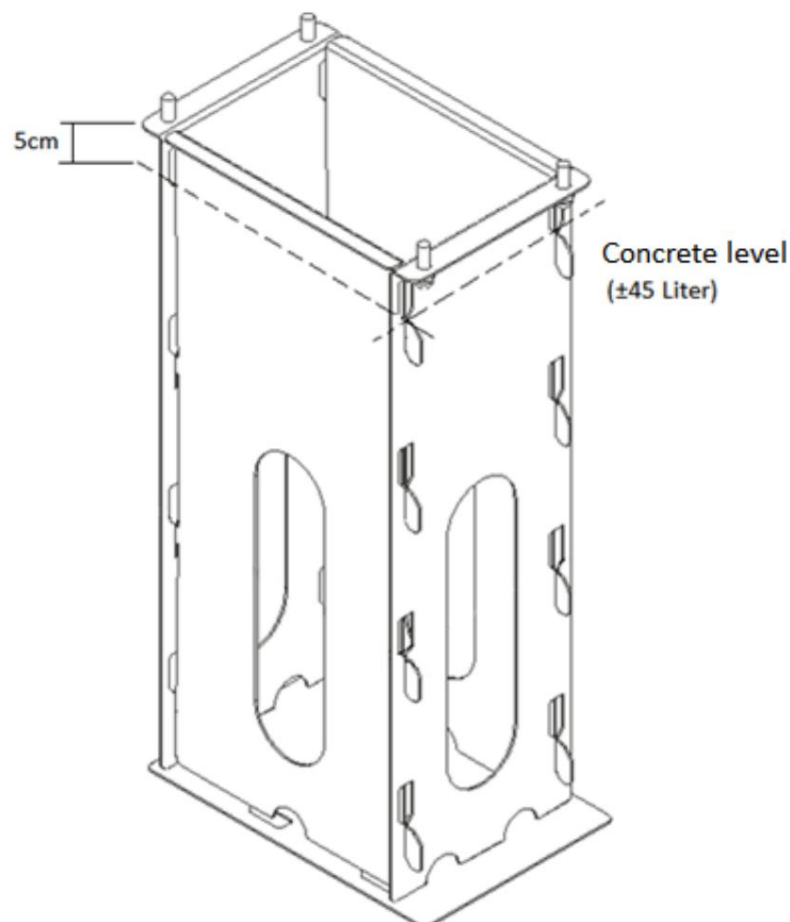

Abbildung 2 Maximaler Betonfüllstand
- A. Poren Sie schnell aushärtenden Beton (bei Bedarf) in und um die Metallbasis, siehe Abbildung 2 für die Betonhöhe. Achten Sie darauf, dass Sie keinen Beton in das Schutzrohr hineinporen.